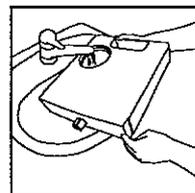

Fig. 13
- Remplissez le réservoir d'eau claire du robinet, en le tenant à plat sous le robinet (fig. 13).